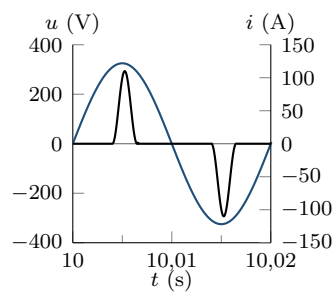

Figure 4
4. Pour les signaux représentés sur la **figure 4** (avec $U_{\text{eff}} = 230 \text{ V}$ et $I_{\text{eff}} = 34 \text{ A}$) :